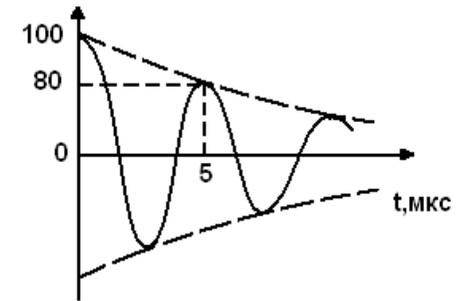

Рис. 39
7.4. На рис. 39 приведена осциллограмма напряжения на конденсаторе емкостью 0,025 мкФ при разряде последнего на катушку индуктивности. Определите параметры контура.